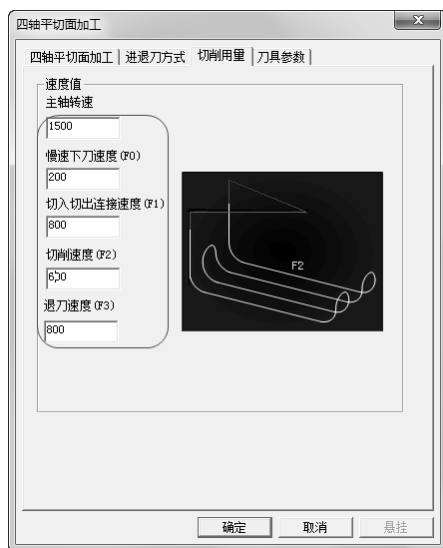

图 4-24 “切削用量”选项卡
3) 单击“切削用量”选项卡，设置“主轴转速”、“快速下刀速度”、“切入切出连接速度”、“切削速度”、“退刀速度”，具体参数数值如图 4-24 所示。